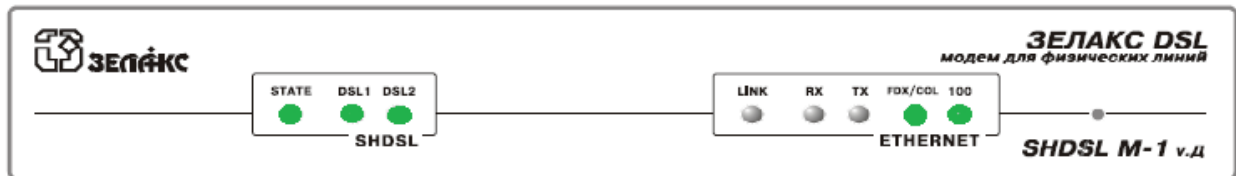

Рисунок 3. Индикация на лицевой панели модема связи.
7.1.1.7 По окончании замены модема по индикации на мониторе АРМ ДСП убедиться в его нормальной работе. В исправном состоянии горят зеленым цветом следующие индикаторы: STATE, DSL1, DSL2, FDX/COL, 100 (Рисунок 3).